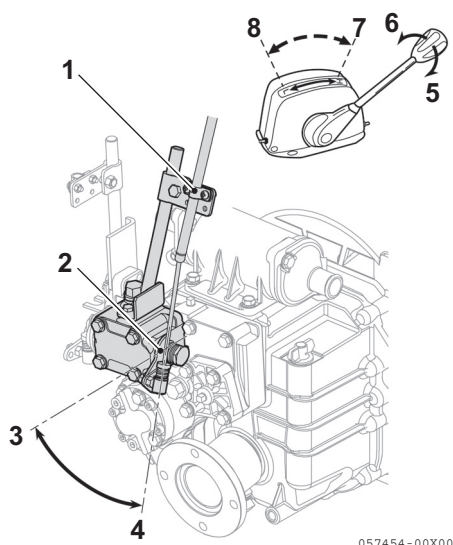

Figure 10
1. Veillez à ce que le levier de traîne (**Figure 10, (2)**) soit dans la position de haute vitesse (**Figure 10, (4)**) lorsque la poignée de commande à distance de traîne est en position de haute vitesse (**Figure 10, (7)**).
2. Veillez à ce que le levier de traîne soit dans la position de basse vitesse (**Figure 10, (3)**) lorsque la poignée de commande à distance de traîne est en position de basse vitesse (**Figure 10, (8)**).
3. Pour ajuster, desserrez la vis d'ajustement de la fixation de câble (**Figure 10, (1)**) et ajustez la position du câble.